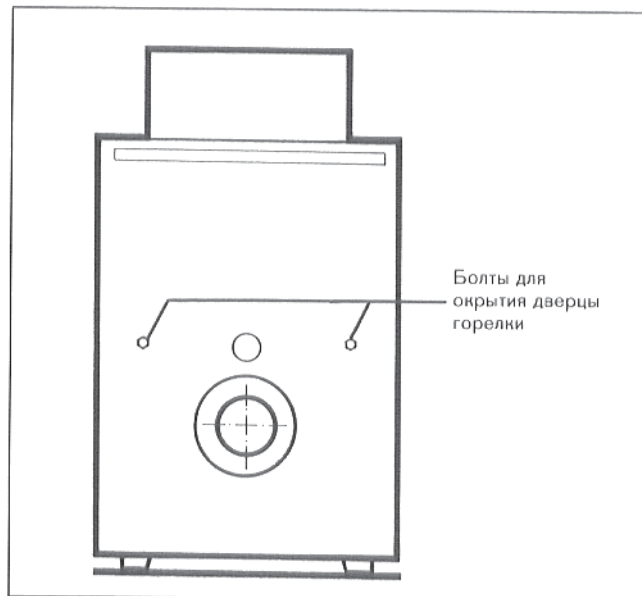
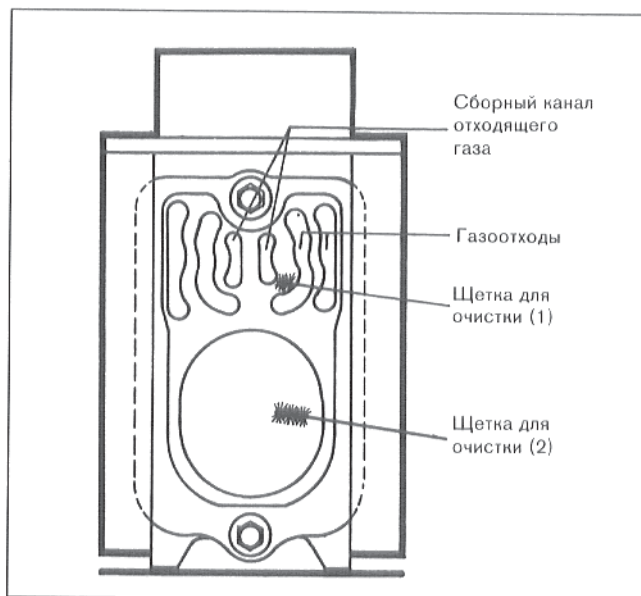

Рис. 28
Рис. 29
Открыть дверцу горелки, вывинтив предварительно шестигранные болты слева и справа у дверцы горелки (рис. 28). Произвести, при помощи щетки для очистки (1), боковые газоходы и центральный канал дымосборника. Очистка производится горизонтальными 4 вращательными движениями (рис. 29).
Очистить, при помощи щетки (2), камеру сгорания (рис. 29).